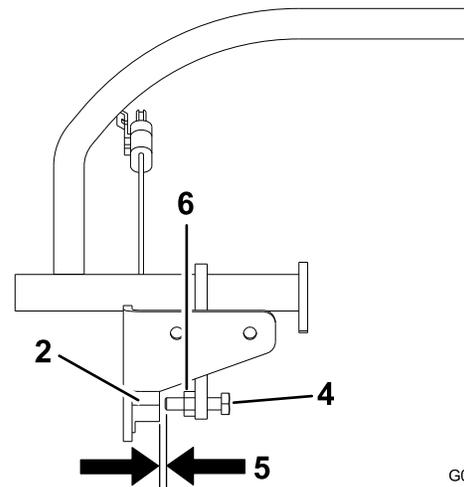

Bild 57
5. Ziehen Sie die Klemmmutter nach der Einstellung der Schraube wieder an (Bild 57).
1. Stellen Sie sicher, dass die am Fahrtriebshebel angebrachte Schraube am Messplättchen des Näherungsschalters ausgerichtet sind (Bild 57).
2. Sofern erforderlich, lösen Sie die Schrauben und stellen Sie den Näherungsschalter ein, bis das Messplättchen an der Schraube des Fahrtriebsschalters ausgerichtet ist (Bild 57).
3. Prüfen Sie den Abstand zwischen der Schraube und dem Näherungsschalter; er muss zwischen 0,51 mm und 1,02 mm sein (Bild 57).